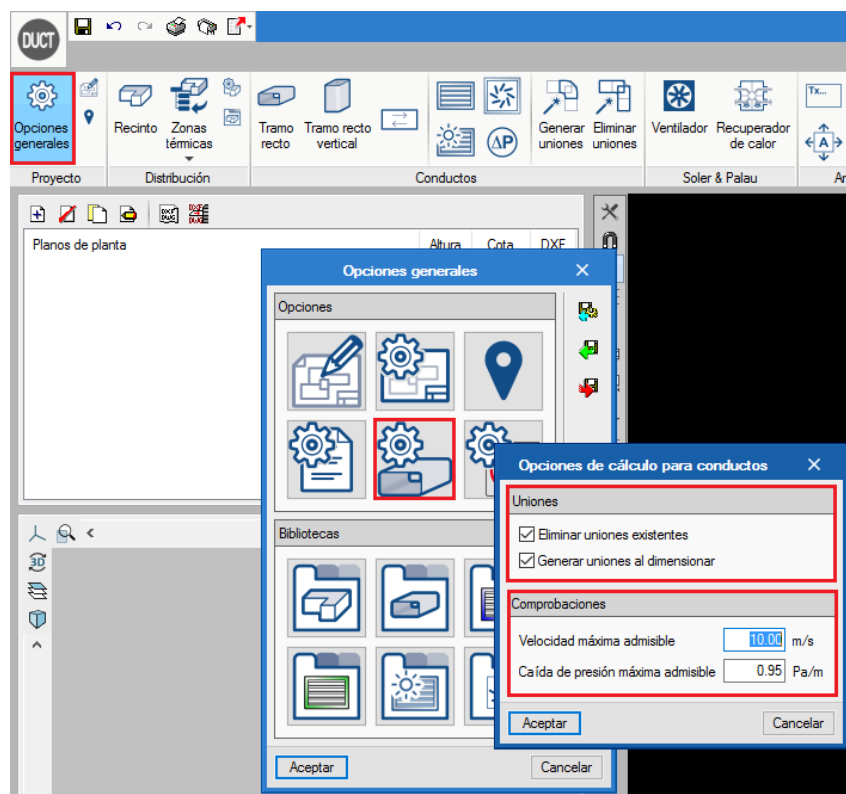

Figura 5-4. Opciones para el cálculo de conductos
- Generación uniones.** El procedimiento habitual es, una vez dimensionada la red, generar automáticamente las uniones (codos, T...). En el panel de Figura 5-4. Opciones para el cálculo de conductos, lo habitual es que se marque por defecto la opción “Eliminar uniones existentes” puesto que eso significa que las uniones generadas anteriormente serán eliminadas y se crearán de nuevo acorde a los tramos que tienen que unir.
Para dimensionar los conductos es necesario definir los parámetros que el programa debe considerar dentro del apartado de comprobaciones que se muestra en la Figura 5-4. Para seleccionar las dimensiones del conducto el programa selecciona el tamaño más pequeño posible que cumpla las dos condiciones (Velocidad máxima admisible y caída de presión máxima).